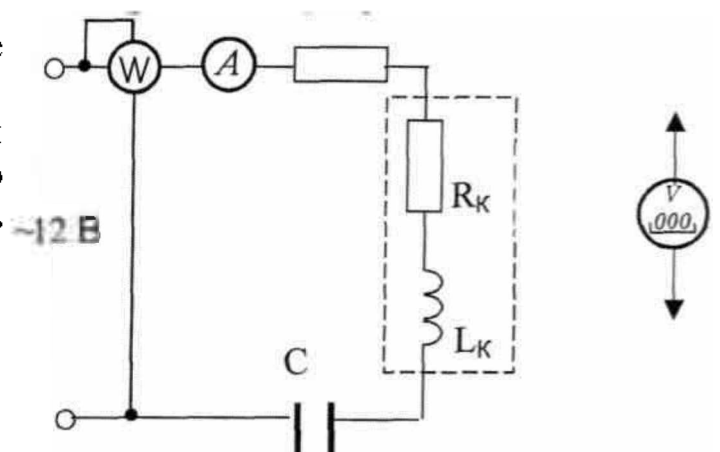

Рис. 1.4.4.
3.2. Собрать электрическую цепь (рис. 1.4.4), установив заданные значения сопротивлений резистора и емкости конденсатора. Подключить собранную цепь к источнику питания ~12 В (модуль питания).